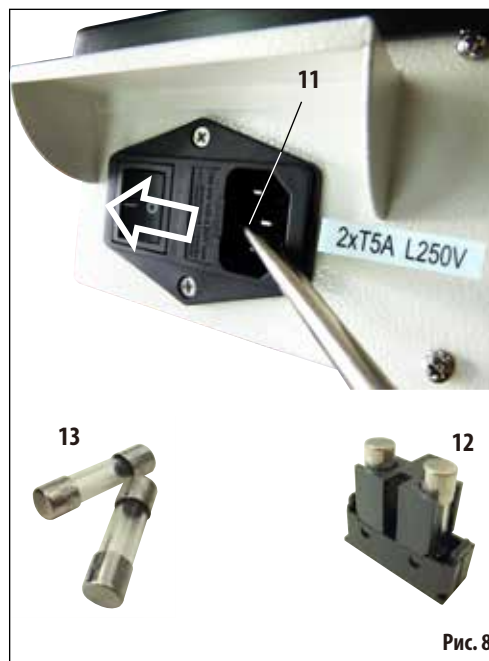

Рис. 8
- Вставьте малую отвертку в вырез (рис. 8, 11) и осторожно отожмите плавкий предохранитель (12).
- Снимите держатель предохранителя и замените неисправные предохранители парой новых предохранителей (13).